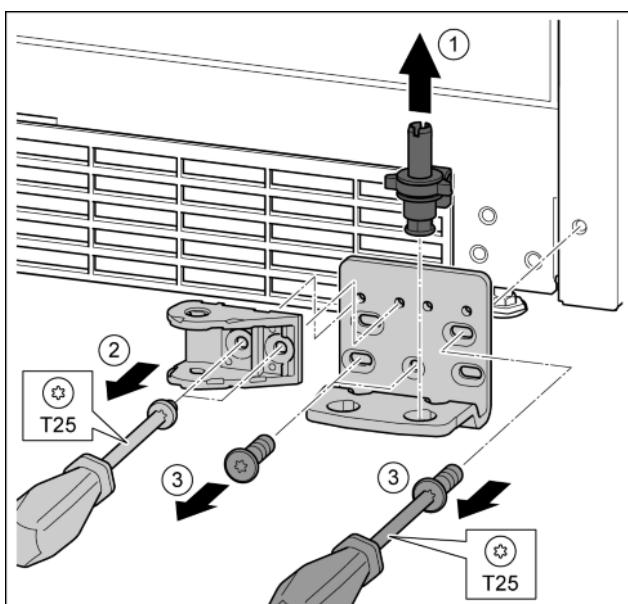

Fig. 35
- Извадете изцяло нагоре лагерния болт. Fig. 35 (1)
- Отвийте винтовете с отвертка T25 и свалете съединението на затварящия демпфер. Fig. 35 (2)
- ▶ Отвийте винтовете с отвертка T25 и свалете лагерната стойка. Fig. 35 (3)